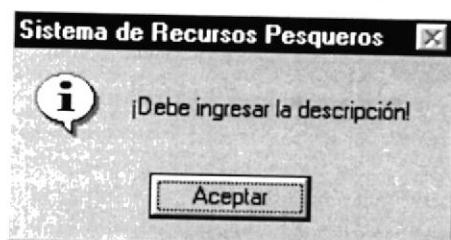

Figura 10.36 Mensaje falta Descripción
4. Si se ha realizado un ingreso y no escribió la descripción del cargo del cliente se mostrará el siguiente mensaje (ver figura 10.36).